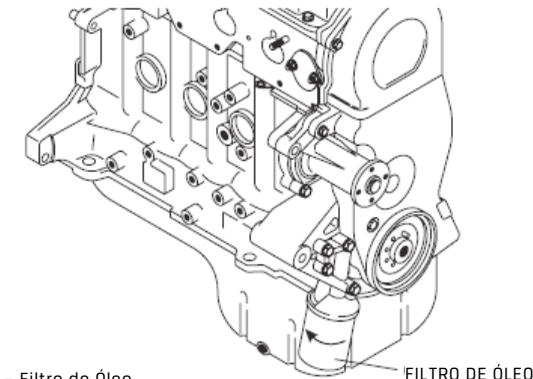

Figura 5 - Filtro de Óleo
4. Gire o FILTRO DO ÓLEO (Figura 5) em sentido anti-horário e retire. Descarte adequadamente o filtro usado.